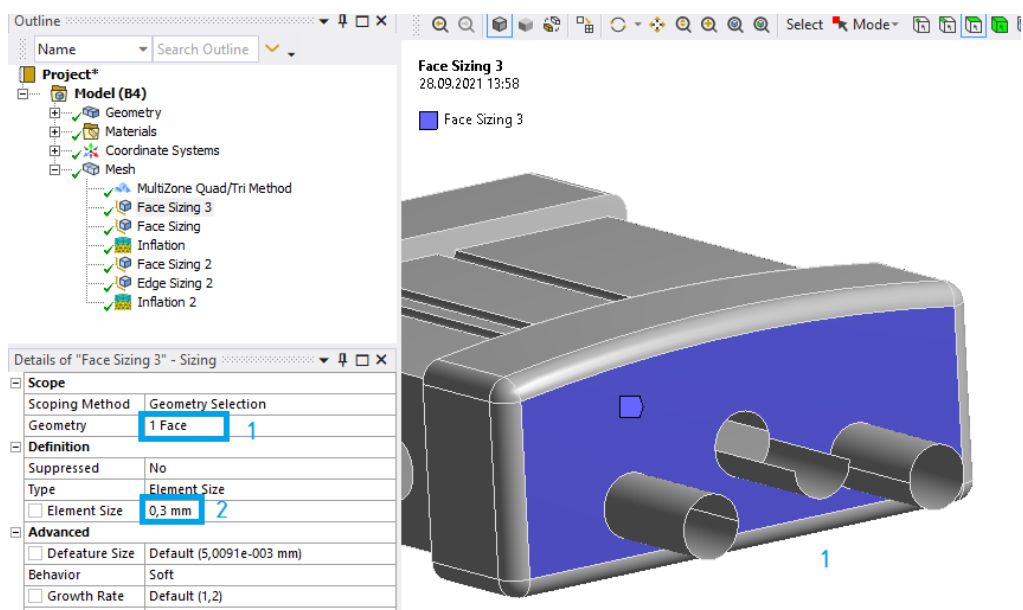

Рис. 19. Задание настроек сетки
6.3. Жмем ПКМ на *Mesh – Insert – Sizing*, выделяем поверхность (1) и задаем величину ячеек (2) 0,3 мм (рис. 19).